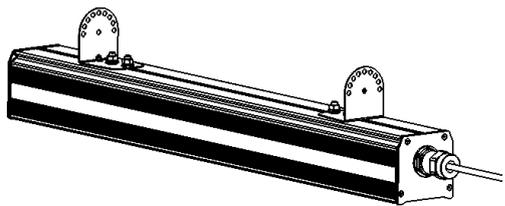
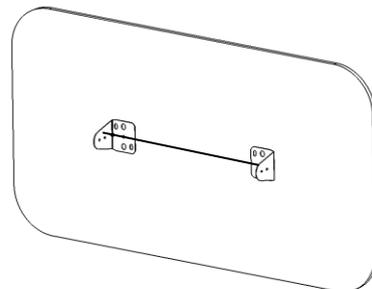

Рис. 3
Рис. 4
3.1 Отсоедините монтажные скобы от светильника (рис.3). Закрепите скобы на монтажной поверхности, так чтобы они располагались на одной оси (рис.4).